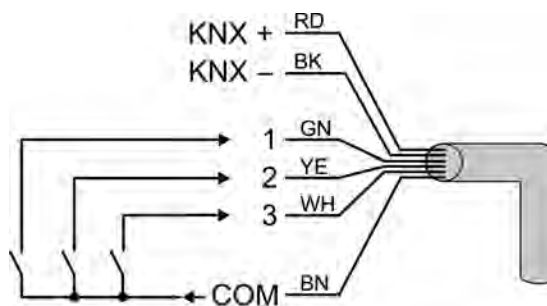

Bild 5: Anschluss der Nebenstelleneingänge
- Nach Bedarf potentialfreie Kontakte an die Eingänge anschließen (Bild 5).